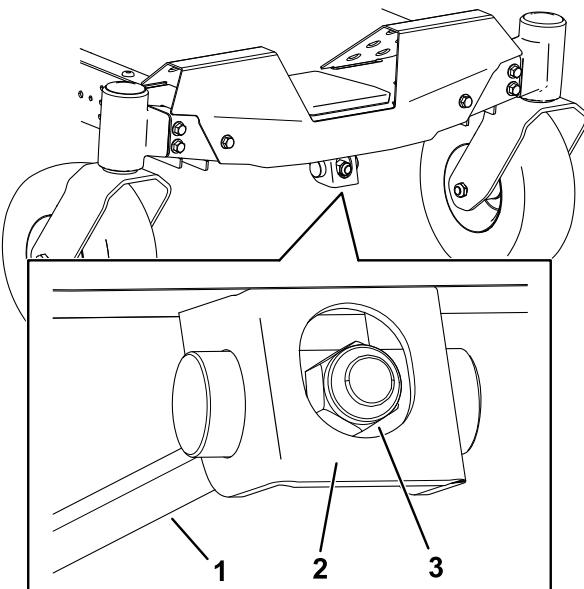

Figura 68
1. Gire la tuerca de ajuste en la parte delantera del cortacésped (Figura 68).